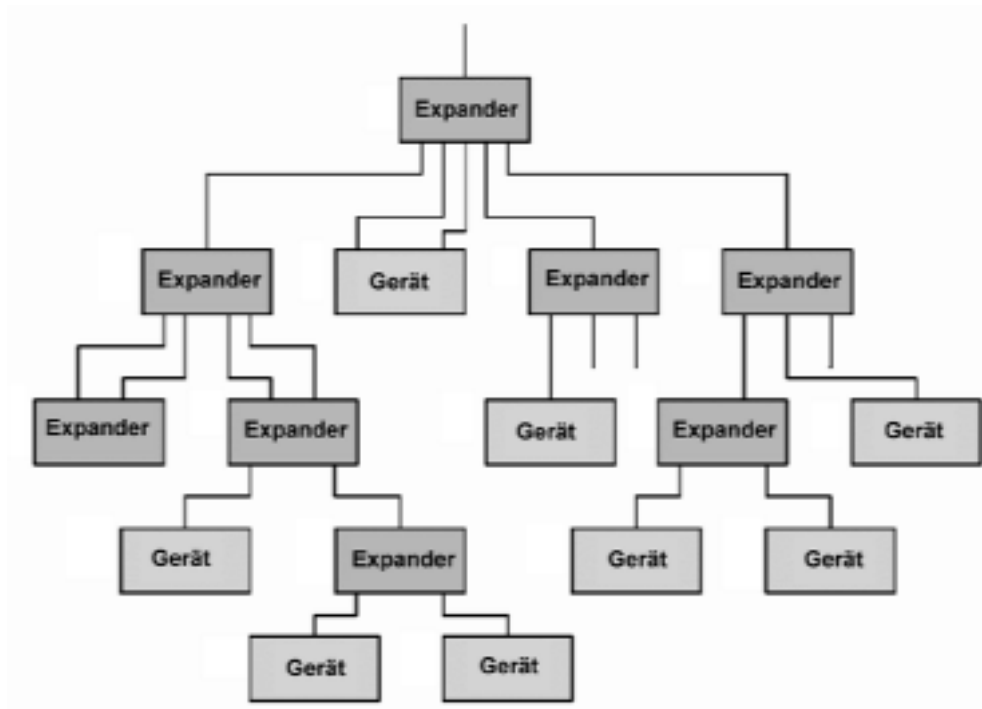

Abbildung 5.13 Gerätenanschluß über Expander (SCSI Trade Association)
- Mehrgeräteanschluß über sog. Expander (Abbildung 5.13),